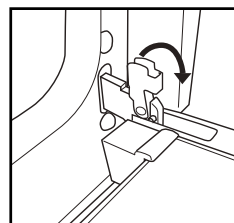

Abb. 1
2. Ziehen Sie die Schließhaken der Scharniere bis zum Anschlag nach vorne (Abb. 1).
1. Den Rost horizontal, mit dem aufsteigenden Teil „A“ nach oben einsetzen (Abb. 1).